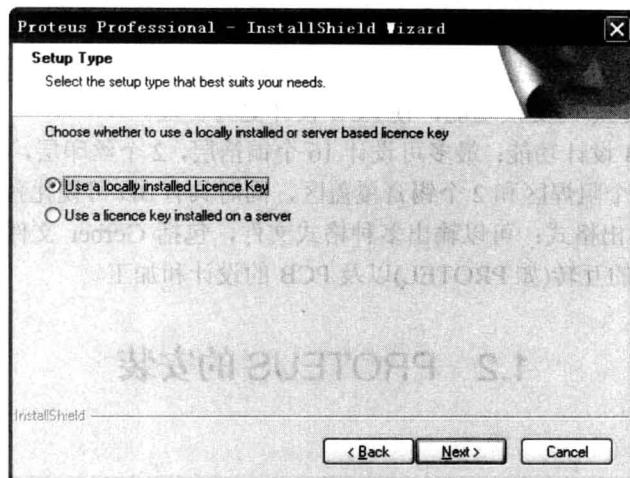

图 1.2.2 PROTEUS 安装类型选择
(2) 点击第二项 Install Proteus, 安装软件。
(3) 进行安装类型的选择, 如图 1.2.2 所示, 用户可选择安装单机版还是网络版。